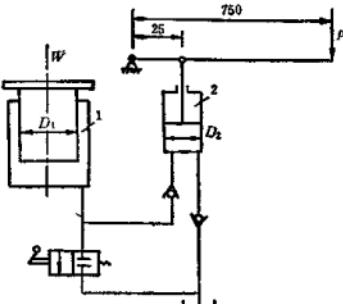

图 1-1-1
- 1-6 有一液压千斤顶(见图1-1-1), 大、小活塞直径比为 $D/d = 5$, 杠杆比 $L = 5l$, 若 $F = 100\text{N}$, 求所顶起的重物 W 之重量是多少牛顿(N)?